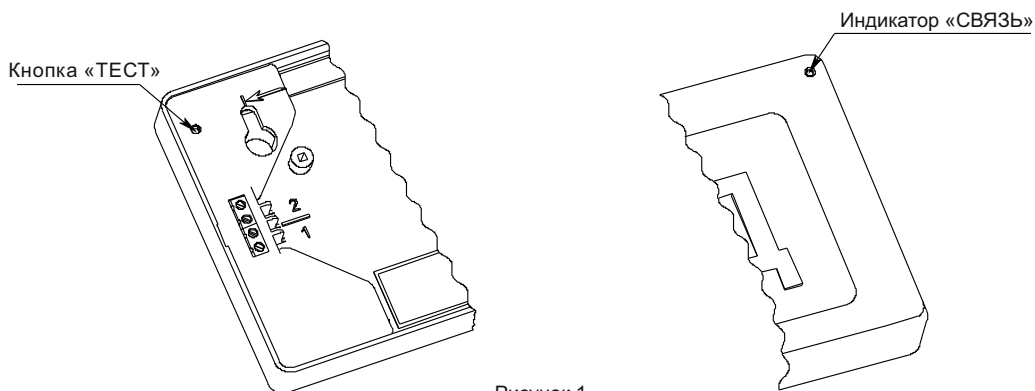

Рисунок 1
2.7 Для информации о состоянии оповещателя предусмотрен оптический индикатор «СВЯЗЬ» (Рисунок 1).
5.3 Контроль работоспособности оповещателя осуществляется нажатием на встроенную кнопку «ТЕСТ» (Рисунок 1) при помощи тонкого цилиндрического предмета, например, канцелярской скрепки или направлением луча оптического тестера ОТ-1 на индикатор «СВЯЗЬ» (луч следует направлять перпендикулярно плоскости установки извещателя).